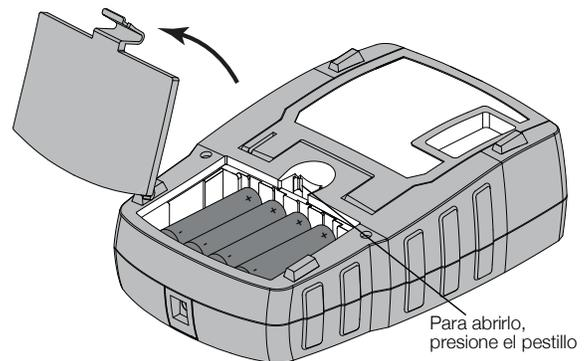

Imagen 2
- 1 Presione el pestillo situado en la parte posterior de la impresora para retirar la tapa del compartimento de las pilas. Consulte Imagen 2.
- 2 Introduzca las pilas teniendo en cuenta la polaridad (+ y -). Consulte Imagen 2.